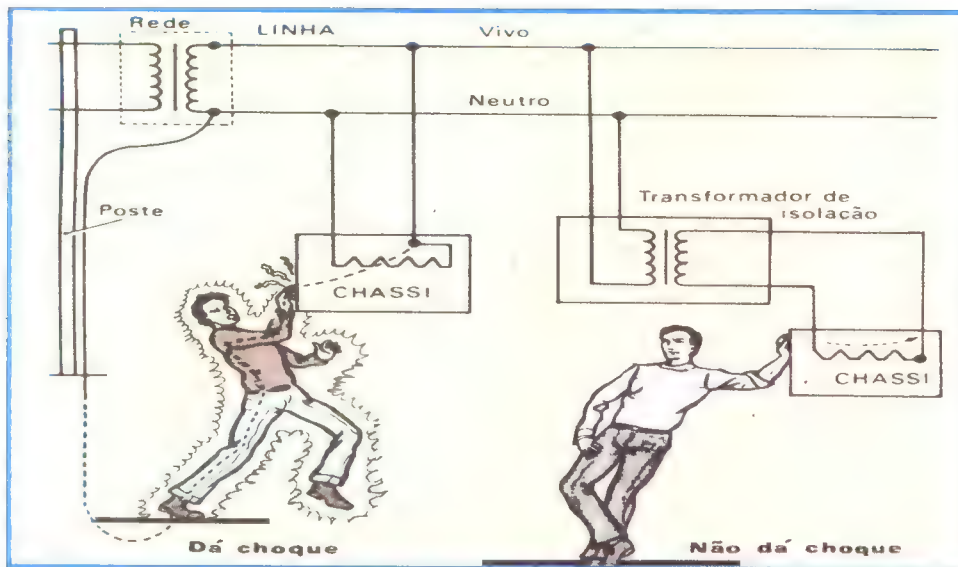

Figura 3 - O porquê da isolação.
1) **de isolamento** - quando a relação de transformação for igual a 1 ($r = 1$). Note o aluno que, neste caso, não há transformação de tensões, mas o secundário fica eletricamente isolado do primário; daí o nome de **transformador de isolamento**. Usa-se tal transformador quando se deseja isolar da linha aparelhos que tenham um dos terminais de entrada de força ligado diretamente ao chassi. Um dos fios de força é ligado no chassi. Se esse fio coincidir com pólo "vivo" da tomada, ao encostarmos a mão em qualquer parte metálica do aparelho, levaremos choque, porque fecharemos o circuito através de nosso corpo. Se usarmos um transformador de isolamento para ligar o aparelho, não correremos esse risco. Na **figura 3**, ilustramos o porquê dessa afirmação.